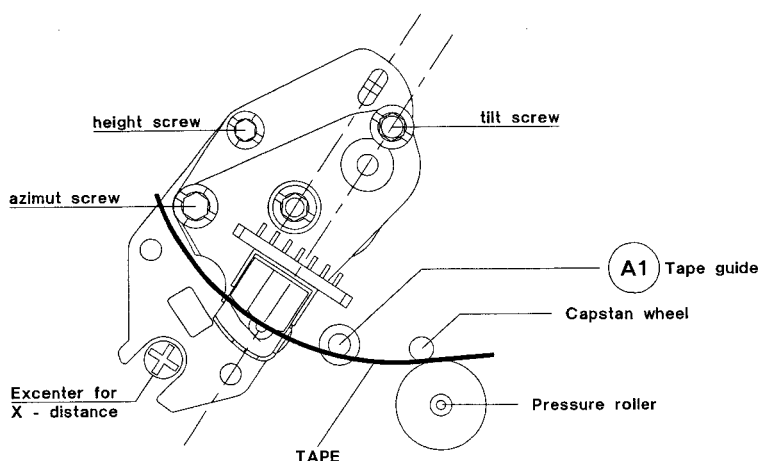

Fig. 1
- Régler la vis excentrique (fig. 1) pour obtenir un signal TRIV présentant un cc maximal.
- Régler la vis d'inclinaison pour que le rebord inférieur de la bande effleure le guide-bande A1 (fig. 1). Le rebord inférieur de la bande ne doit pas tre tordu.
- Agir sur les vis réglant la hauteur et l'azimut (fig. 1) pour obtenir un niveau maximal de sortie audio.